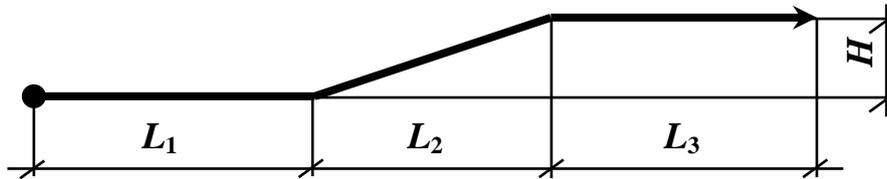

Рис. 2.1. Схема трассы проектируемого конвейера
**Задание 1.** Спроектировать пластинчатый конвейер для транспортирования сыпучего груза по трассе, изображенной на рис. 2.1. Исходные данные для проектирования приведены в табл. 2.2. Представить расчетно-пояснительную записку с полным расчетом конвейера и три листа чертежей (формата А1): 1) общего вида конвейера; 2) приводного вала со звездочками и опорами; 3) натяжного устройства.
**Задание 2.** Спроектировать подвесной грузонесущий конвейер для транспортирования штучных грузов прямоугольной формы по трассе, изображенной на рис. 2.1. Исходные данные для проектирования приведены в табл. 2.3. Представить расчетно-пояснительную записку с полным расчетом конвейера и три листа чертежей (формата А1): 1) общего вида конвейера; 2) каретки с подвеской; 3) натяжного устройства.
**Задание 3.** Спроектировать ковшовый конвейер для транспортирования сыпучего груза по трассе, изображенной на рис. 2.1. Исходные данные для проектирования приведены в табл. 2.4. Представить расчетно-пояснительную записку с полным расчетом конвейера и три листа чертежей (формата А1): 1) общего вида конвейера; 2) приводного вала со звездочками и опорами; 3) тягового элемента с ковшами.
**Задание 4.** Спроектировать ленточный конвейер для транспортирования насыпного груза по трассе, изображенной на рис. 2.1. Исходные данные для проектирования приведены в табл. 2.5. Представить расчетно-пояснительную записку с полным расчетом конвейера и три листа чертежей (формам 24): 1) общего вида конвейера; 2) приводного вала с барабаном и опорами; 3) натяжного устройства.